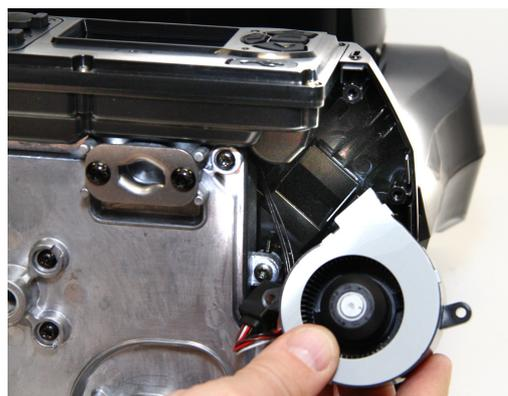

Figure 11: Déplacement de la turbine
- Voir Figure 11. Une turbine est située juste à côté du panneau de contrôle. Vous pouvez la déplacer sans outil pour accéder plus facilement au filtre résille. Notez comment la turbine est maintenue dans la base.